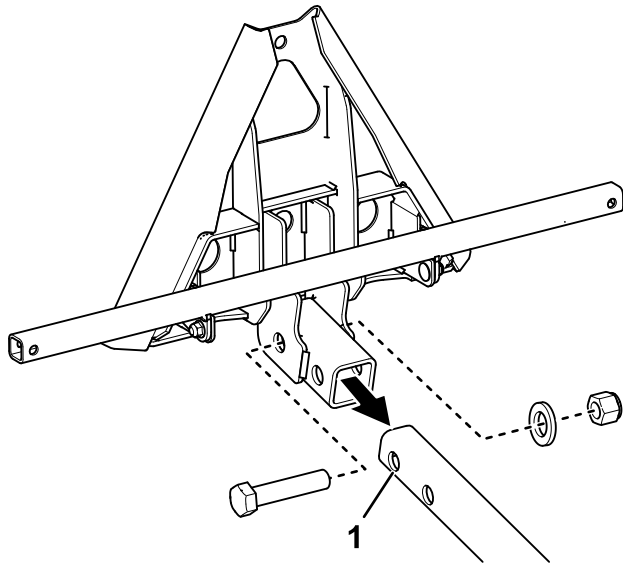

図 8
3. 牽引バーに、後アタッチメントアダプタアセンブリを取り付ける六角ヘッドボルト $\frac{3}{4}$ x 3- $\frac{1}{2}$ " 1本、平ワッシャ、ロックナット $\frac{3}{4}$ "を使用して図 8のように取り付ける。